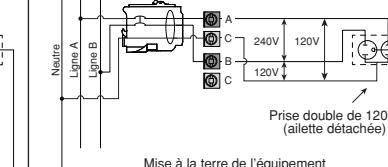

Fig. 2
- Place handle of the GFPE branch circuit breaker to the OFF position (see fig. 2).
- Place handle of the GFPE branch circuit breaker to the OFF position, then place the handle to the ON position (see fig. 2).
- Mettre le levier du DPÉFT à la position OFF (fig. 2). **REMARQUE :** les DDFT de dérivation de Leviton ont une fonction de verrouillage qui empêche de mettre leur levier à ON si leur mécanisme de vérification interne détecte la possibilité qu'ils puissent pas couper le courant en cas de fuites à la terre.
- Mettre le levier du DPÉFT à la position OFF, puis à la position ON (fig. 2).
- Coloque la manija del interruptor de circuito derivado FTPE en la posición de APAGADO (ver fig. 2). **NOTA:** el interruptor de circuito derivado FTPE de Leviton tienen un bloqueo de reinicio, que previene poner el interruptor en la posición de ENCENDIDO si el FTPE no pasa su prueba interna, indicando que no es capaz de proporcionar protección en el caso de un falla a tierra.
- Ponga la manija del interruptor de circuito derivado FTPE en la posición de APAGADO, luego, ponga la manija en la posición de ENCENDIDO (ver fig. 2).